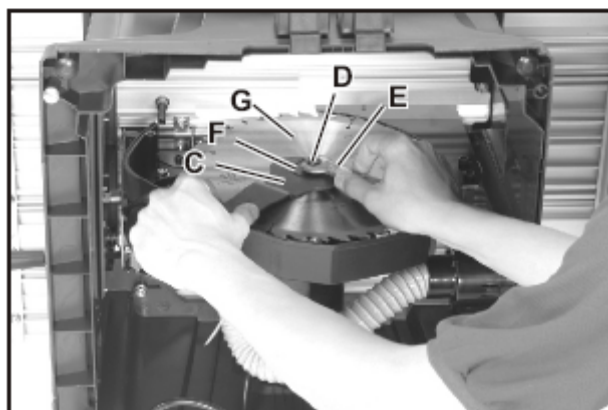

Fig 20.
3. Remontez la lame à sa hauteur maximale, enfillez la clé à fourche (C de la Fig. 20) sur les méplats de la bride intérieure de la lame pour empêcher l'arbre de la scie de tourner et ôtez l'écrou (D) de l'arbre à l'aide de la clé (E). Pour ôter l'écrou (D), tournez-le dans le sens inverse des aiguilles d'une montre. Otez la flasque extérieure de la lame (F) et la lame (G).
4. Montez une lame neuve, en vous assurant que ses dents sont orientées vers le bas à l'avant de la table de sciage et remontez la bride extérieure de la lame (F de la Fig. 20) et l'écrou de l'arbre (D). Serrez l'écrou (D) à l'aide de la clé (E) en le tournant dans le sens des aiguilles d'une montre, tout en maintenant l'arbre immobile à l'aide de l'autre clé (C).